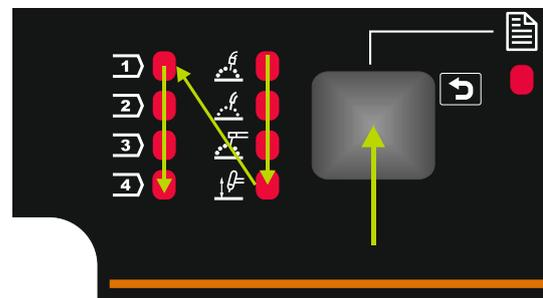

Abb. 6
- Wenn die linke Taste [29] noch einmal gedrückt wird, springt die Schweißprogramm-Anzeige (30 oder 31) in die nächste Sequenz, siehe Abb. 6.